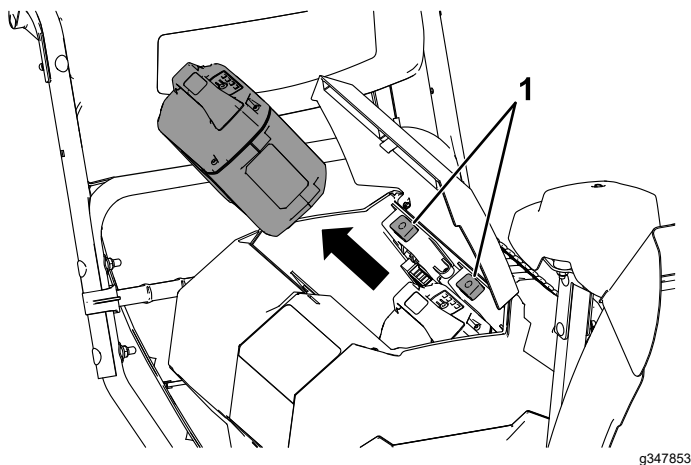

Figura 26
2. Apăsai clichetul acumulatorului pentru a elibera acumulatorul i pentru a-l îndepărta (Figura 26).